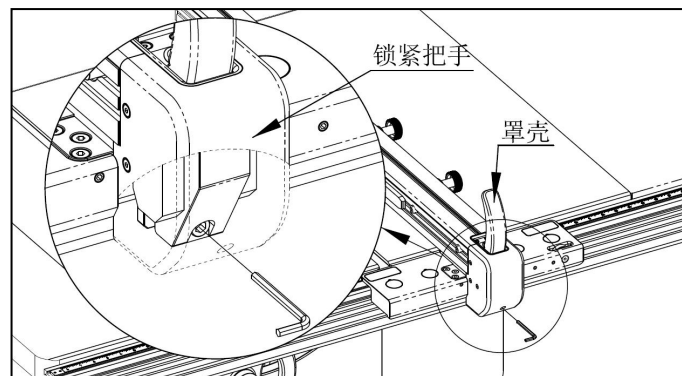

图 6-23
(6) 调节前端锁紧力：如图 6-23，拉起锁紧把手，使用 6mm 六角扳手调整罩壳内部的螺钉。先逆时针完全旋松螺钉，再顺时针旋转，直至遇见明显阻力时停止。然后反向（逆时针）旋转扳手约 60°，调节完毕。